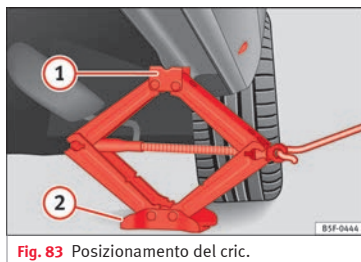

Fig. 83 Posizionamento del cric.
- Ruotare la manovella del cric*, posto sotto il punto di appoggio del longerone, per alzarlo finché la linguetta ① ►► fig. 83 non avrà raggiunto l'alloggiamento previsto.
- Allineare il cric* in modo tale che la linguetta ① "si agganci" nell'apposito alloggiamento del longerone e la piastra di base mobile ② resti appoggiata al suolo. La piastra di base ② deve cadere sul lato verticale rispetto al punto di appoggio ①.